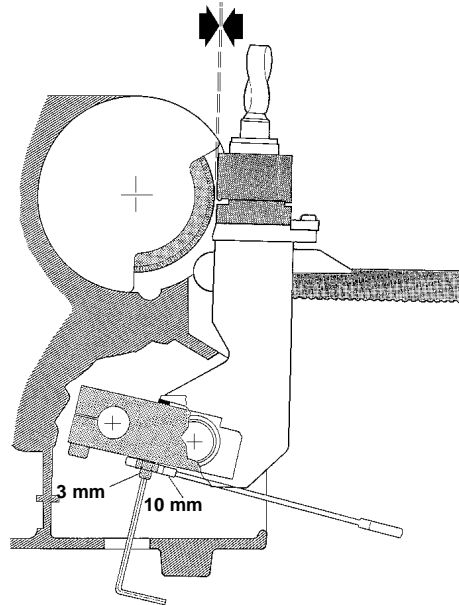

Fig. 23
- 2) Suelte el carro y levántelo (contra la fresa) hasta el tope (fig.23).